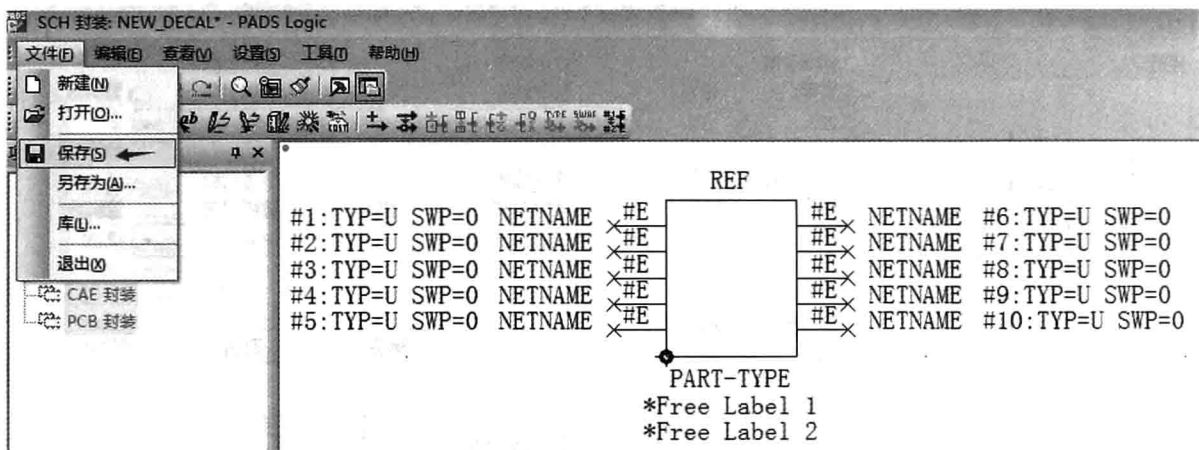

图 3-20 保存菜单命令
(3) 执行菜单命令【文件】→【保存】，如图 3-20 所示。